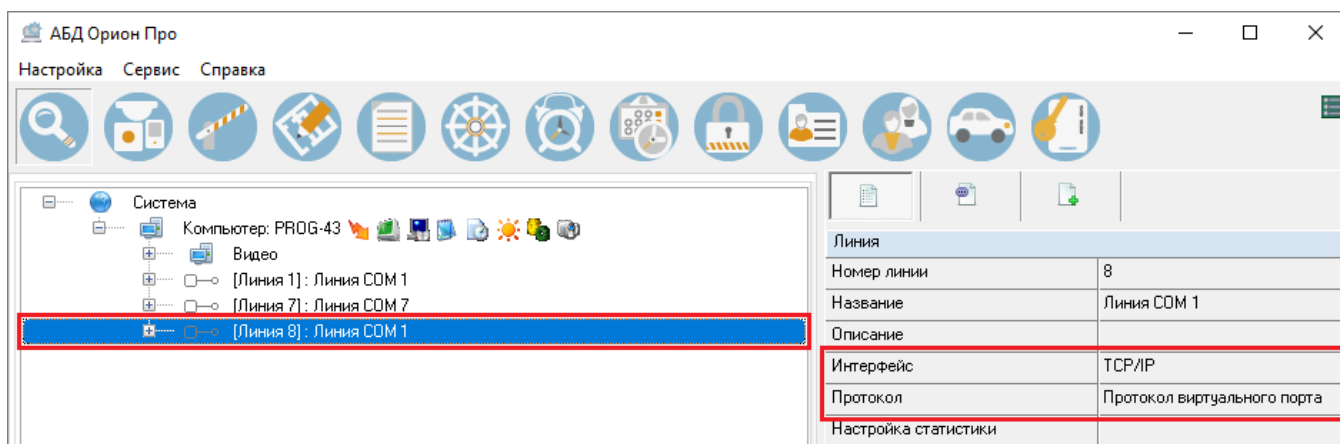

Рисунок 6-94 Добавленная мастером изменения протокола линия
- В дереве системы появится еще одна или несколько новых внутренних линий компьютера с интерфейсом «TCP/IP» и протоколом «Протокол виртуального порта» (см. Рисунок 6-94). Общее количество линий (вместе с изменяемой линией) будет соответствовать количеству C2000-Ethernet, для которых в мастере изменения протокола были привязаны приборы;